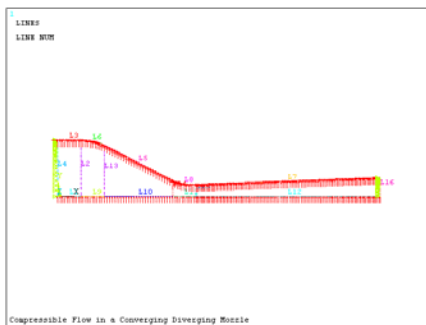

图 6-19 施加载荷后的模型
⑳“Apply PRES on nodes”对话框中，在“PRES Pressure value”输入框中输入 0，单击“OK”按钮关闭该对话框。施加边界条件后的模型如图 6-19 所示。